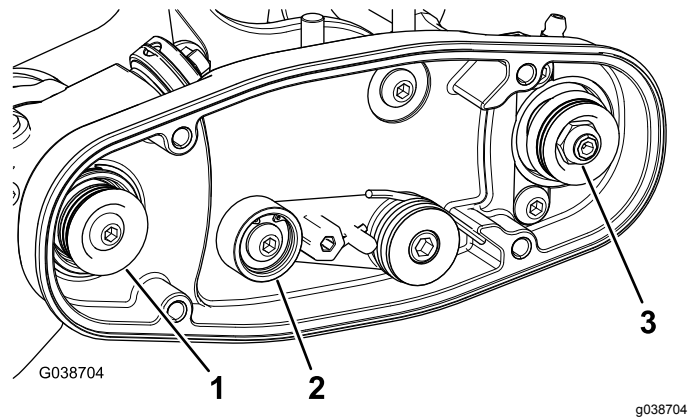
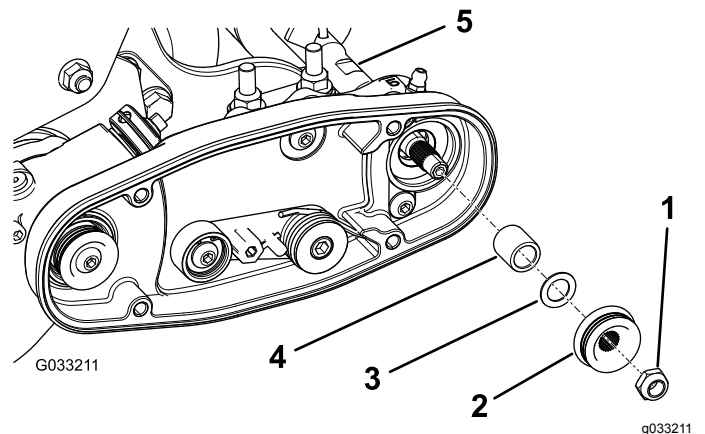

図 24
図 25
2. リールを回しながらつまり駆動プーリを回しながら、駆動プーリからベルトをはずす **図 24**。
3. 受動プーリをブラシシャフトに固定しているロックナットを取り外す **図 24**または **図 25**。
4. シャフトから受動プーリを取り外す **図 25**。
5. プーリを外側に出したい場合には、0.8mm 厚のワッシャを1枚入れる **図 25**。
6. **図 25**のようにプーリを取り付ける。
1. 受動プーリローラブラシのシャフト位置のは内外に動かすことができます **図 24**。